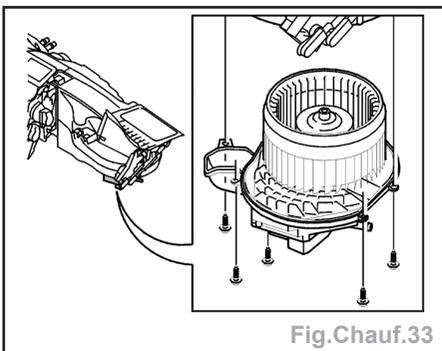

Fig. Chauff.33
- Déposer la protection du moteur de ventilateur (1 vis) et le moteur de ventilateur (4 vis) (fig. Chauff.33).